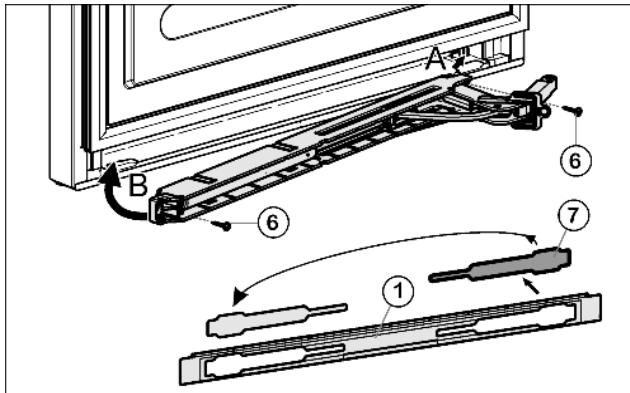

Fig. 12
- ▶ Освободите крышку Fig. 12 (7) из накладки Fig. 12 (1) и снова установите её на другой стороне.
- ▶ Зацепите (A) и поверните (B) узел амортизатора закрывания дверцы шарниром в сторону шарнира.
- ▶ Прикрутите (2 шт. Torx 15) Fig. 12 (6)узел амортизатора закрывания дверцы.